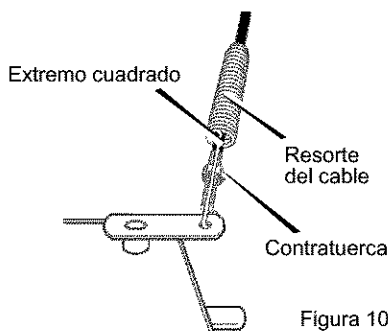

Figura 100
3. Meta el cable por el resorte hasta exponer la porción roscada del cable (Figura 100).